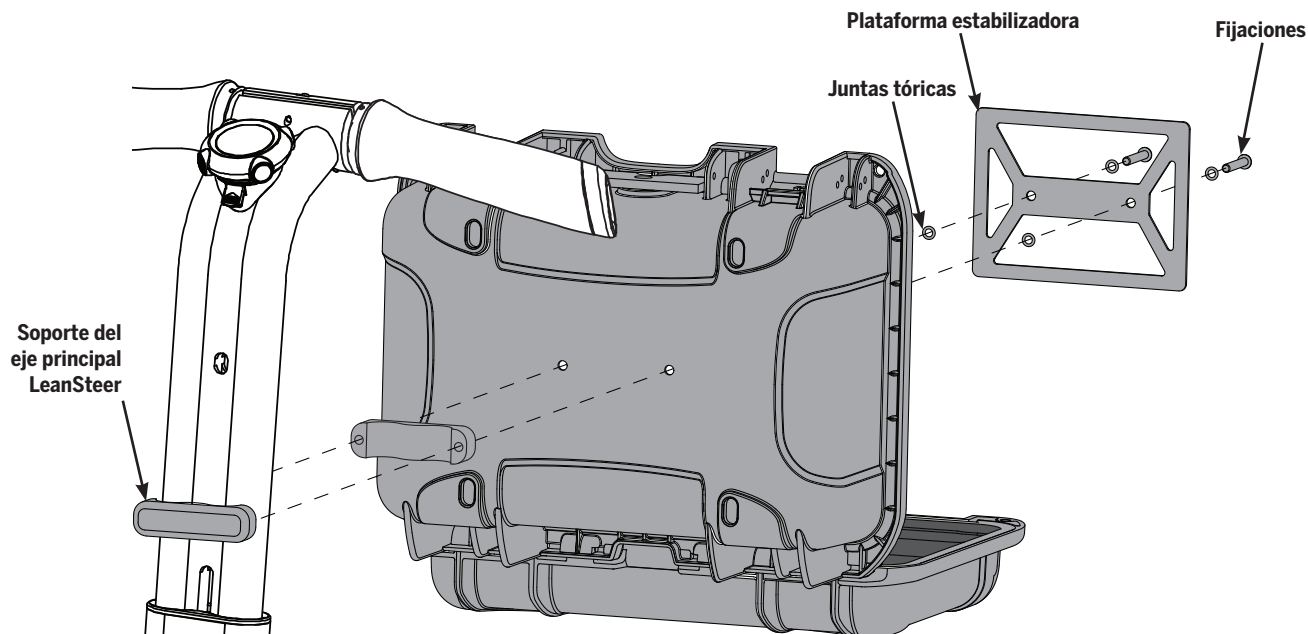

Ilustración 15: Instalación de la caja delantera en el eje principal LeanSteer
2. Instale la caja delantera en el eje principal LeanSteer utilizando dos fijaciones de 25 mm, cuatro juntas tóricas (dos en cada lado de la plataforma estabilizadora) y dos soportes del eje principal LeanSteer, tal y como se muestra en la **Ilustración 15**. Apriete las fijaciones a **11,0 N-m (8,1 pies-lbf)**.